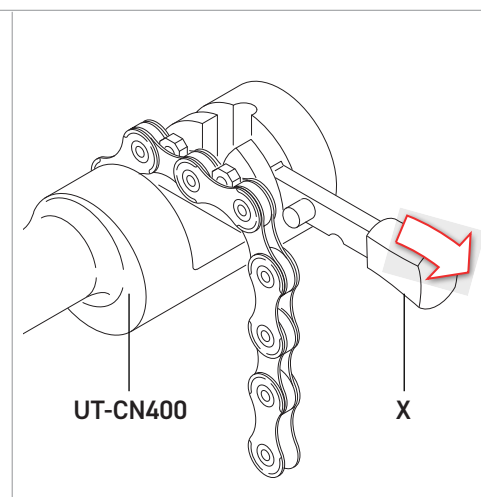

Fig.3
- Preparate l'utensile UT-CN400, posizionando la linguetta in modalità di apertura (X - Fig. 3).
- Inserite la maglia da aprire nell'utensile UT-CN400 (Fig. 3) avendo cura di terminare con una maglia interna;